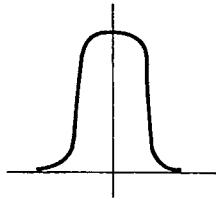
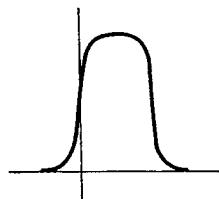
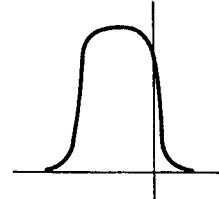

Abb. 4
Abb. 5
Abb. 6
Die Bandbreite einer Kurve kann folgendermaßen ermittelt werden: Bei der Mittenfrequenz $f_0 = 10,7$ MHz sucht man sich einen Punkt etwa in der Mitte des interessierenden Kurvenstückes und merkt sich dessen horizontale Lage, z. B. die Vertikale des Koordinatenkreuzes des Bildschirms (Abb. 4). Sodann verschiebt man die Endpunkte des interessierenden Kurvenstückes durch Verstimmen der Frequenz ⑧ ⑨ in die gemerkte Position, z.B. die Vertikale des Koordinatenkreuzes des Bildschirms, und liest die beiden Frequenzen ab (f_1 , f_2) (Abb. 5, Abb. 6).